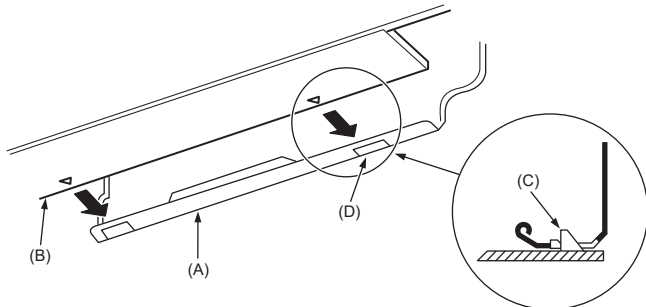

Abb. 3-15
3. Hängen Sie den oberen Teil der Innenanlage an die Montageplatte (1), während Sie die Kältemittelleitung und das Abflussrohr in die Wandöffnung (Tülle) einführen.
5. Befestigen Sie die Innenanlage, indem Sie sie gegen die Montageplatte (1) drücken. (Abb. 3-15)
- * Vergewissern Sie sich, dass die Knöpfe unten an der Innenanlage sicher in die Montageplatte (1) eingehängt sind.
- (A) Montageplatte (1)